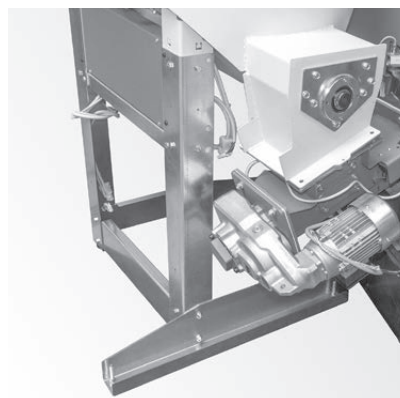

Fig.185 Accostare la stiva alla caldaia
- ▶ Accostare la stiva alla caldaia – Fig. 185.